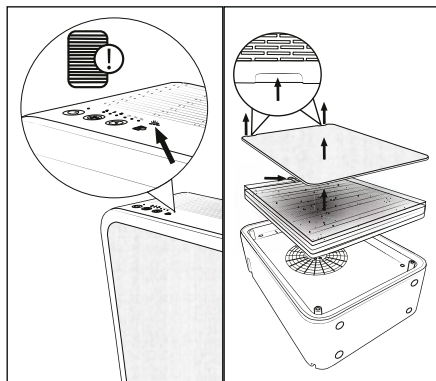

Fig. 6
Si el led de cambio del filtro 4 parpadea (consulte la fig. 6), significa que el filtro EPA 7 ya no puede seguir funcionando a pleno rendimiento. Encontrará información sobre el pedido de filtros de repuesto en el capítulo 11. **Pedido de recambios.**
- ◆ Retire la cubierta 6 por las ranuras de agarre de la parte superior del aparato (consulte la fig. 6).
- ◆ Tire del filtro EPA 7 por la pestaña para retirarlo del aparato (consulte la fig. 6).